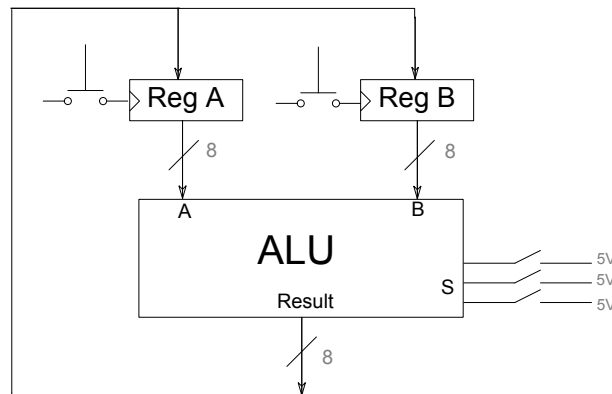

Figura 2: Las modificaciones realizadas permiten aumentar la cantidad de operaciones posibles.
Una vez realizado el proceso, obtendrá el resultado (2) en el display. Si quisiera realizar una operación que ocupe como operando el resultado obtenido (por ejemplo $6 - 4 + 2$) el usuario debe colocar el resultado obtenido en los interruptores de manera manual. Para eliminar al usuario del loop de ingreso de datos, necesitamos acumular los valores resultantes en los registros. Esto se logra conectando la salida de la ALU a las entradas de carga de los registros, convirtiéndolos en **registros acumuladores** como se observa en la figura 2. Dado que no desplegaremos el resultado en el display (que está limitado a números de 4 bits), extendemos nuestro computador a 8 bits, aumentando el tamaño de los registros y la ALU.